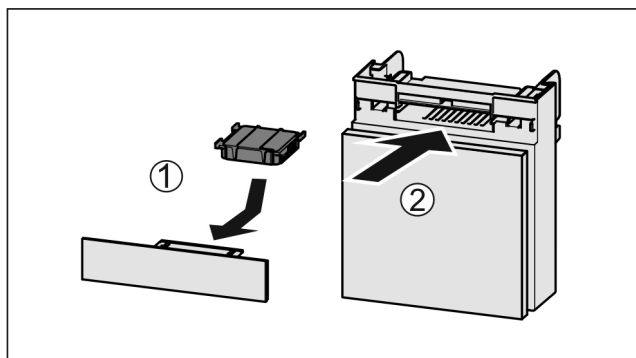

Fig. 58
- ▶ Aktivkohlefilter nach Abbildung einsetzen Fig. 58 (1).
- ▶ Fach einschieben Fig. 58 (2).